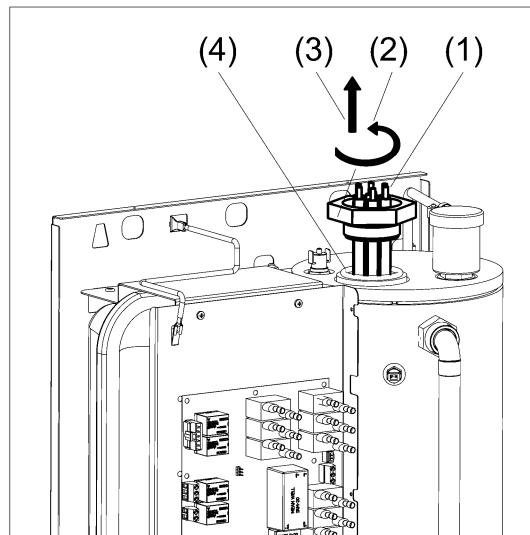

Рисунок 9. Замена блока ТЭН
- (1) Отсоедините силовые провода, идущие от ТЭНов (см. рис. 9).
- (2) Выверните блок ТЭН (против часовой стрелки) из теплообменника (размер зева ключа 57 мм).
- (3) Извлеките блок ТЭН из теплообменника.
- (4) Замените уплотнительное резиновое кольцо (кольцо входит в комплект поставки).
- (5) Вверните по часовой стрелке новый блок ТЭН в теплообменник.
- (6) Проверьте герметичность резьбового соединения.
- (7) Подсоедините к блоку ТЭН силовые провода.
- (8) Проверьте надёжность контактов электрического соединения.